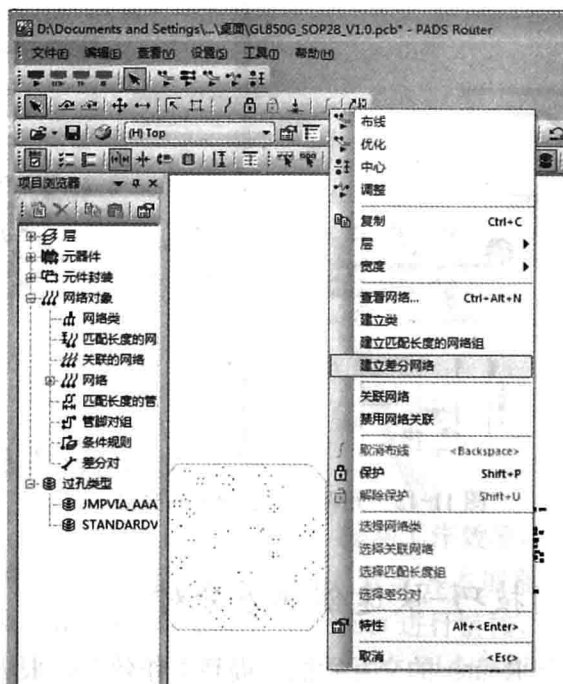

图 11-17 Router 界面中创建差分对
(4) Router 的工作界面中单击鼠标右键,执行菜单命令【建立差分网络】,如图 11-17 所示,这样便能快速地创建差分对。